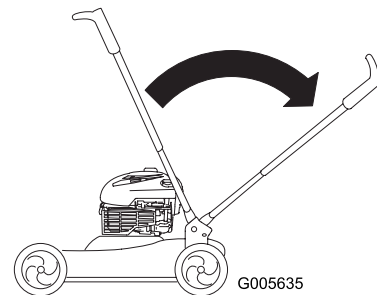

Bild 39
3. Schieben Sie den Griff einfach in die Betriebsposition, wenn Sie den Griff aufklappen möchten (Bild 39).